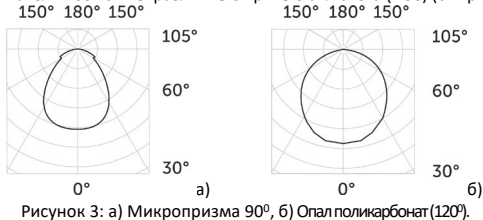

Рисунок 3: а) Микропризма 90°, б) Опалполикарбонат (120°).
3.4. В зависимости от типа рассеивателя возможны различные кривые сил света (КСС) (см. рисунок 3).